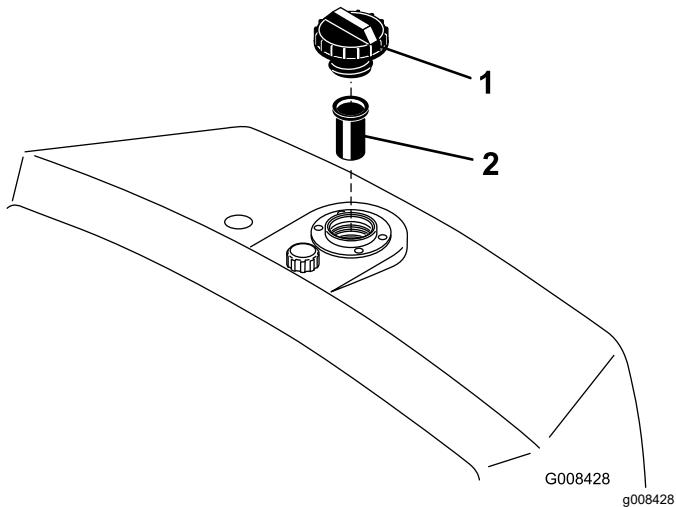

図 50
2. オイルタンクのキャップを取って油量を点検する。補給口の首の根元部分まであれば適正である図 50。